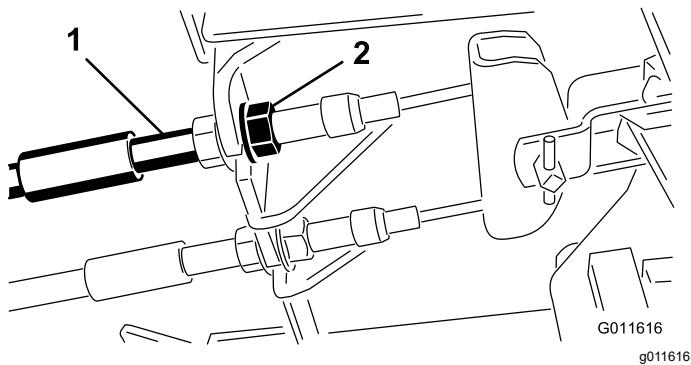

Рисунок 69
- Чтобы уменьшить свободный ход тормозных педалей, затяните тормоза, ослабив переднюю гайку на резьбовом конце троса тормоза (Рисунок 69).